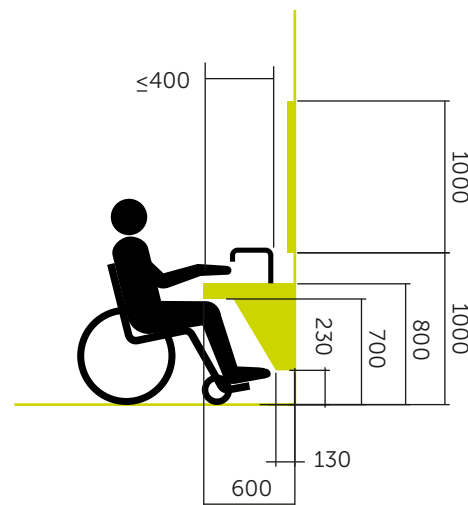
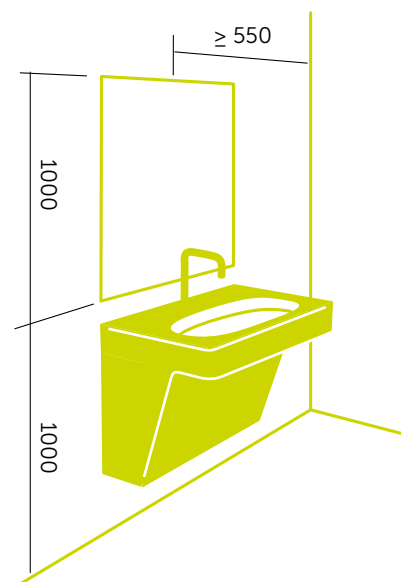

fig 17 De wastafel is met rolstoel onderrijdbaar.
fig 18 De spiegel is bruikbaar voor grote en kleine mensen.
- De wastafel is onderrijdbaar. Vrije ruimte 700 mm. (fig 17 en 18)
- De bovenkant van de wastafel is op een hoogte van 800 mm. (fig 17)
- De grootte van de wastafel is 500 x 600 mm (diepte x breedte). Opmerking: de wastafel in een integraal toilet mag kleiner zijn. (fig 17)
- Het hart van de wastafel is minimaal 550 mm uit de hoek. (fig 18)
- De ruimte voor de wastafel is minimaal 900 x 1200 mm. (fig 17)
- Een vaste spiegel op de achterwand tussen 1000 x 2000 mm hoogte. (fig 17 en fig 18)